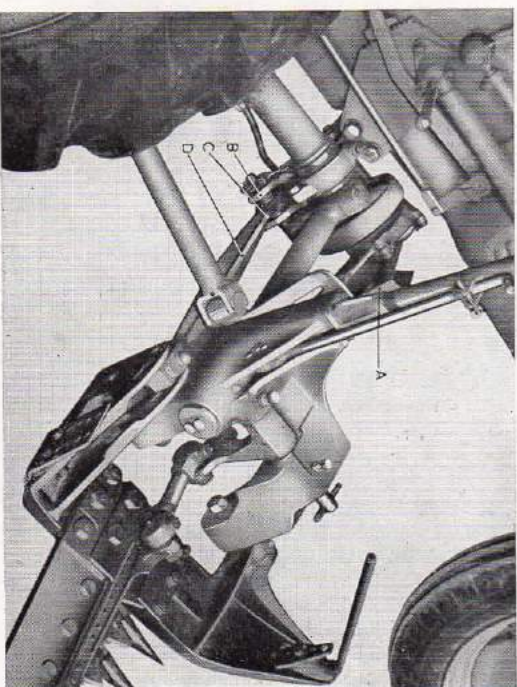

Fig. 8
- 9° Monter le protecteur avant (A) (fig. 8). La longue broche du protecteur se monte dans la chape inférieure du support (B) et maintient en même temps la rotule de la bielle de relevage (C). La broche courte passe dans un trou du support. La bloquer à l'aide de la vis située sous le tracteur, au milieu du support.